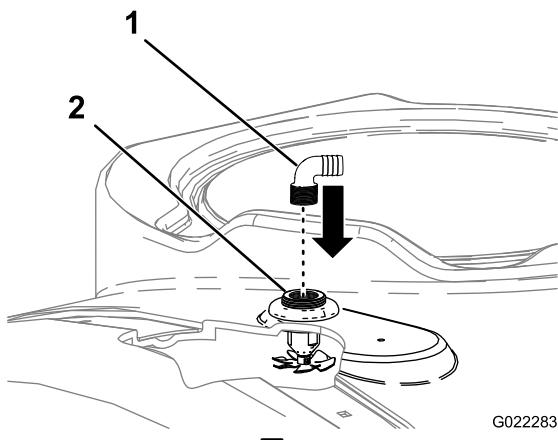

図 7
4. すすぎノズル・バルクヘッドの、ねじ切りされている開口部にすすぎノズル・ホースバー（2個）を取り付ける（図 7）。